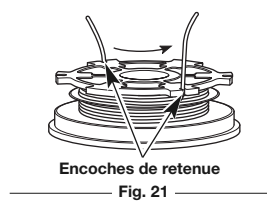

Fig. 21
- Insérez les deux sections de 150 mm (6 pouces) du fil dans les deux encoches de retenue 0,095 (Fig. 21).